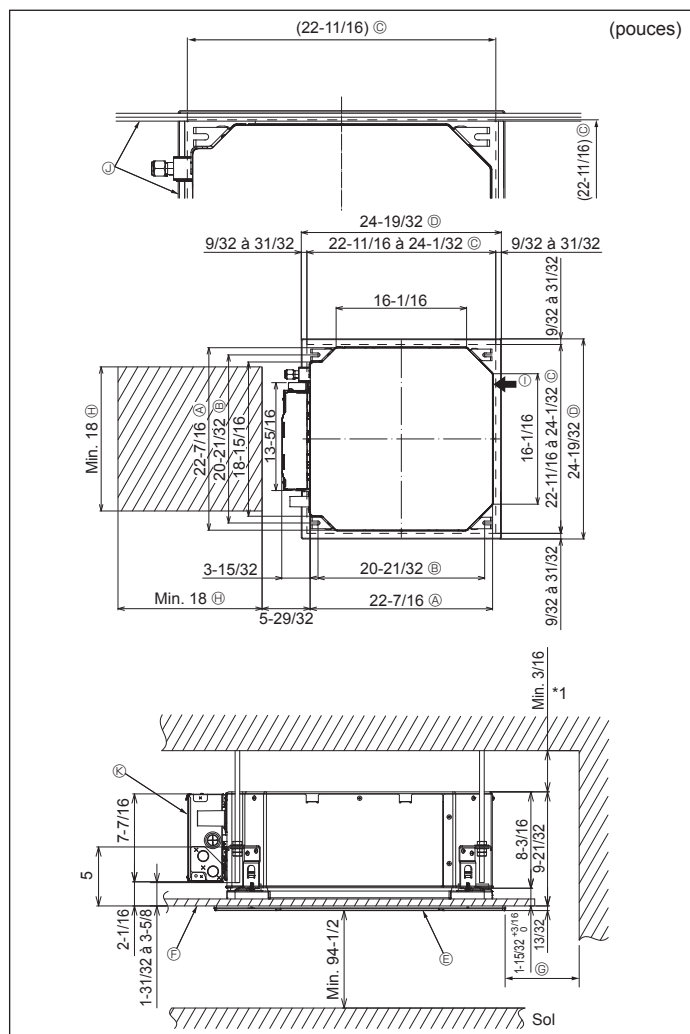

Fig. 4-2
⑤	Prise d'écoulement	1
⑥	Isolation	1
4.2. Emplacement d'installation des ouvertures au plafond et boulon de suspension (Fig. 4-2)